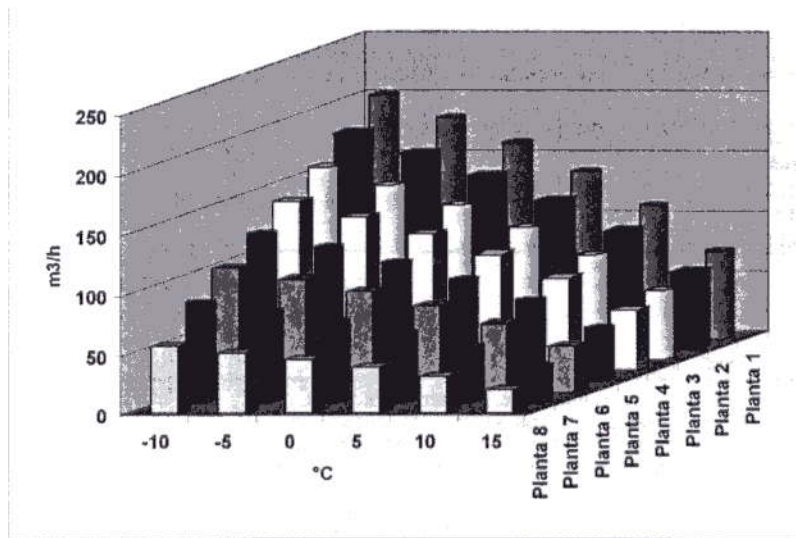

Figura 22. Ventilación natural con viento a 0 m/s
- Temperatura interior de la vivienda 19°C (ver figura 22)